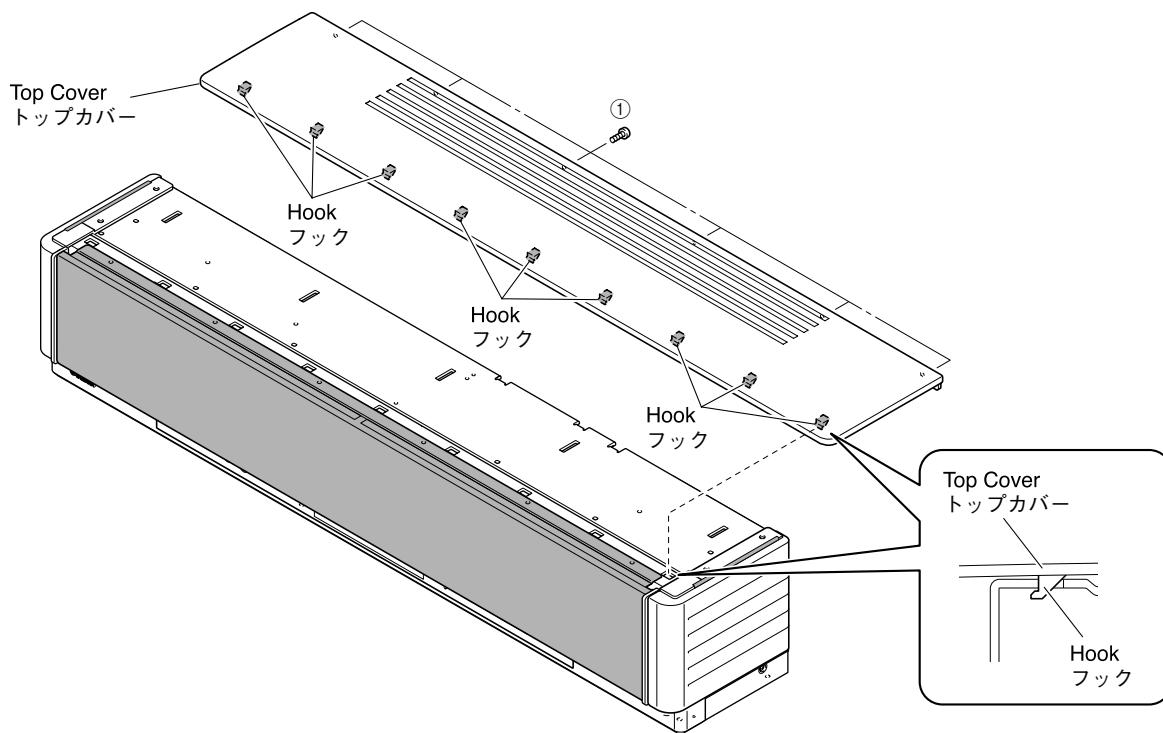

Fig. 1
- a. Remove 6 screws (①). (Fig. 1)
- b. Lift up the rear of the top cover a little and after removing 9 hooks, remove it rearward. (Fig. 1)
- * To install the top cover, be sure to install 9 hooks at the front first and then install 6 screws (①). (Fig. 1)
- a. ①のネジ6本を外します。(Fig. 1)
- b. トップカバーの後ろを少し持ち上げ、フック9ヶ所を外し、後方へ取り外します。(Fig. 1)
- * トップカバーを取り付ける場合は、必ず前方のフック9ヶ所から取り付け、①のネジ6本を取り付けてください。(Fig. 1)